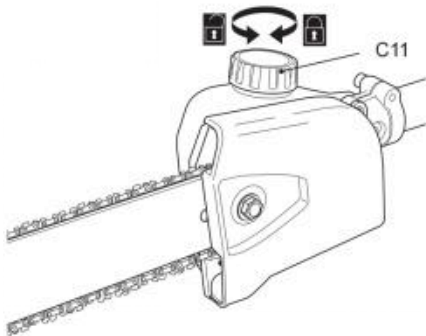

Fig. 16
2) Schrauben Sie den Öltankdeckel (C11) ab (Abb. 16) und füllen Sie dann geeignetes Schmiermittel in den Tank. Wir empfehlen die Verwendung eines umweltfreundlichen Kettenöls, das speziell für die Verwendung mit diesem Produkt vorgesehen ist.